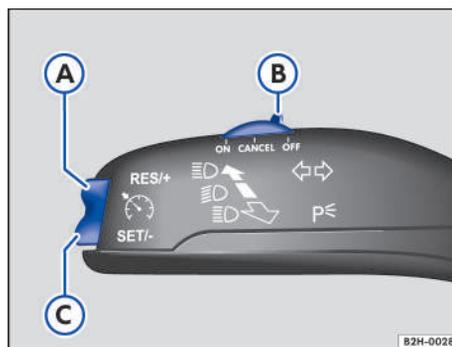

Fig. 105 En el lado izquierdo de la columna de dirección: mando y teclas para manejar el regulador de velocidad.
1. Desplace el mando → fig. 105 (B) a la posición **ON**.
1. Durante la marcha, pulse la tecla **(SET/-)** → fig. 105 C.
- + 1 km/h (1 mph): Presione brevemente la tecla **(RES/+)** → fig. 105 A.
- 1 km/h (1 mph): Presione brevemente la tecla **(SET/-)** → fig. 105 C.
1. Desplace el mando → fig. 105 B a la posición **CANCEL**.
1. Pulse la tecla **(RES/+)** → fig. 105 A.
1. Desplace el mando → fig. 105 B a la posición **OFF**.